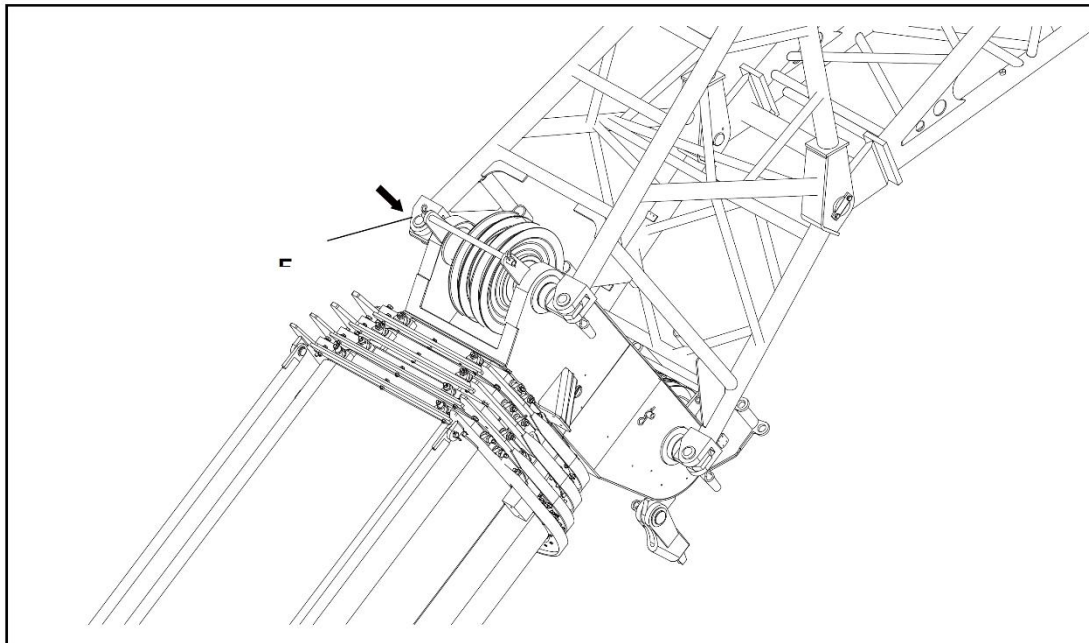

Figura 5-10 Instalação do pino VI
- i) Alinhe a extremidade do braço com os pontos de conexão no lado esquerdo da cabeça da lança principal. Instale o pino VI e grampo de retenção. Consulte a figura 5-10.